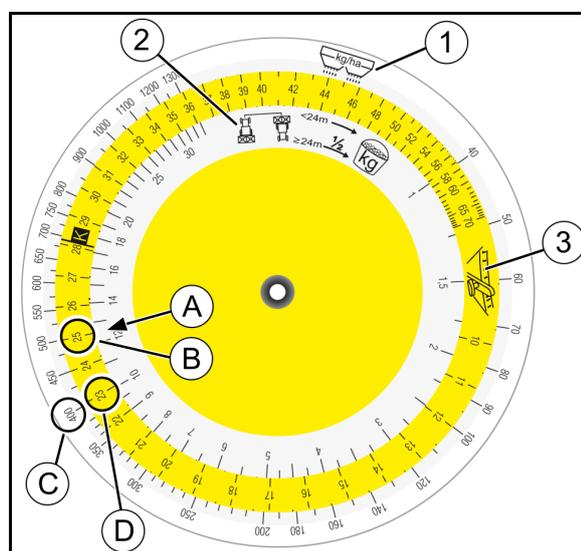

Fig. 54
Cercare sulla scala (Fig. 54/2) il valore numerico della quantità raccolta [kg] (A) e sovrapporlo alla posizione di paratoia (B) della scala colorata (Fig. 54/3) übereinanderstellen.
3. Cercare la quantità di spargimento desiderata (C) e leggere la posizione necessaria della paratoia (Position) (D).